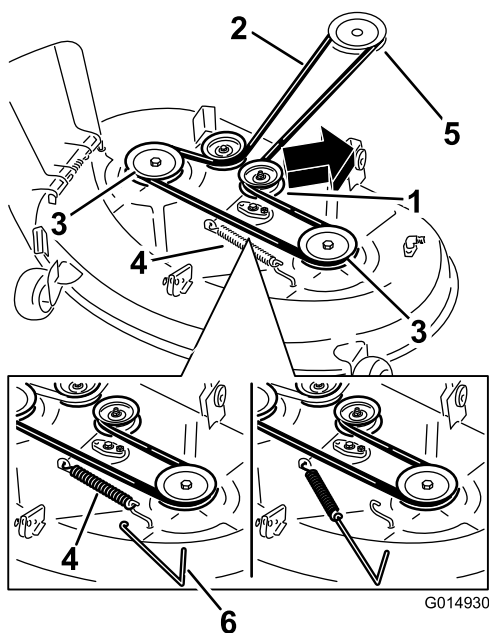
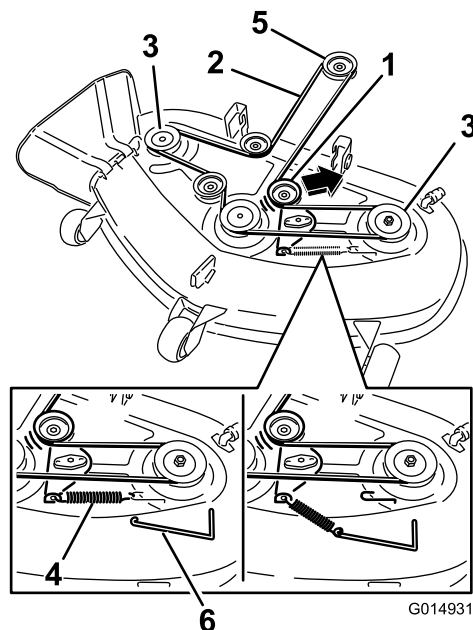

Figura 58
Figura 59
6. Usando una herramienta para la retirada de muelles (Pieza Toro N° 92-5771), retire el muelle tensor del gancho de la carcasa para eliminar la tensión de la polea tensora, y retire la correa de las poleas (Figura 58 y Figura 59).
7. Pase la correa nueva alrededor de las poleas del motor y del cortacésped (Figura 59).
8. Usando una herramienta para la retirada de muelles, instale el muelle tensor sobre el gancho de la carcasa y tense la polea tensora y la correa del cortacésped (Figura 58 y Figura 59).